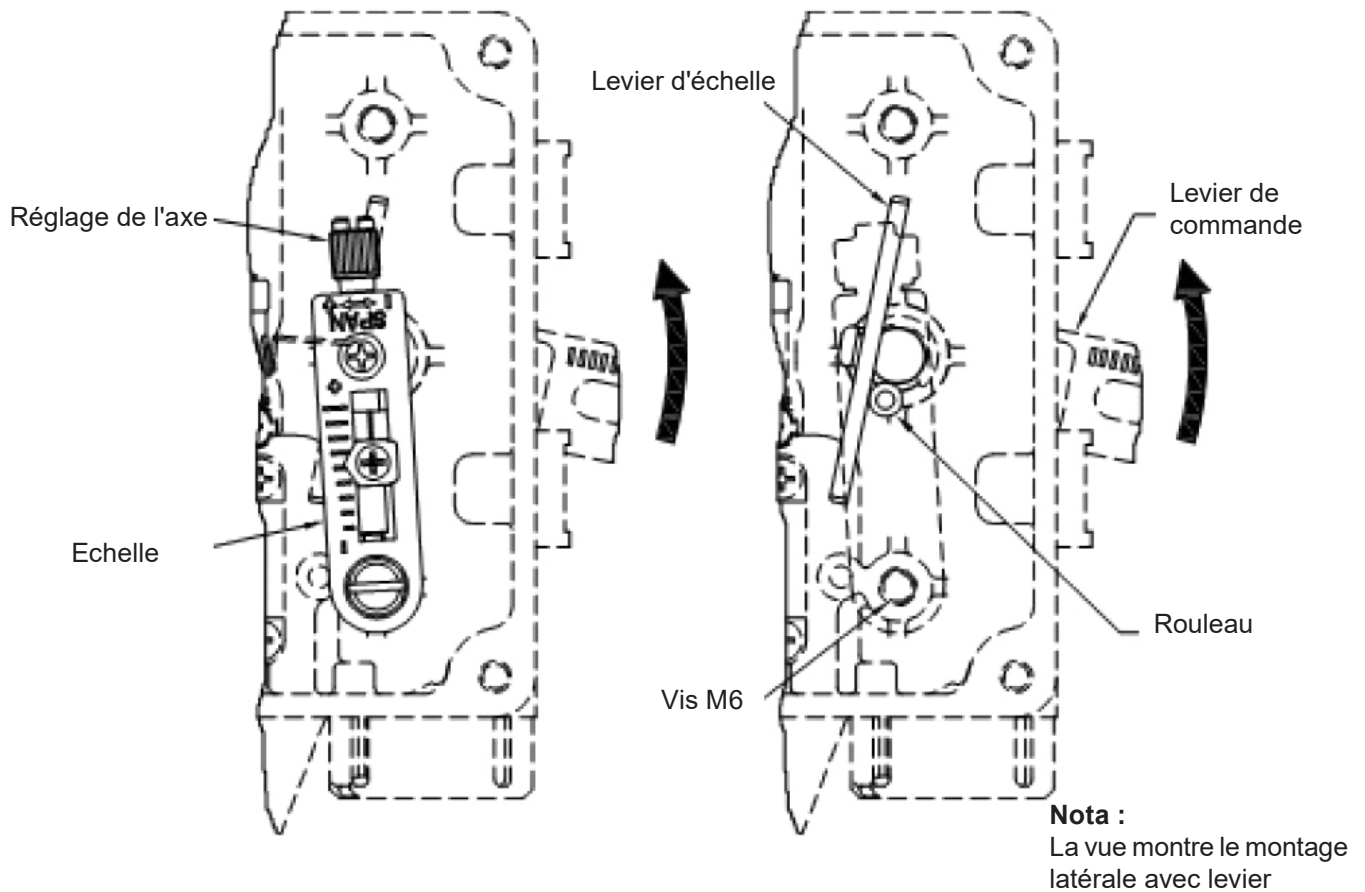

Fig. 20 - Installation de l'échelle (latéral = RA, central = DA)
Montage central - Si l'axe de l'actionneur se déplace vers le bas lorsque le signal d'entrée est augmenté, assembler "l'échelle" au trou taraudé M6 pour abaisser comme illustré ci-dessous Fig. 20 (DA)
2) Montage latéral - Si l'axe de l'actionneur se déplace vers le haut lorsque le signal d'entrée est augmenté, assembler "l'échelle" pour abaisser le trou taraudé M6 comme illustré ci-dessous Fig. 20 (RA).